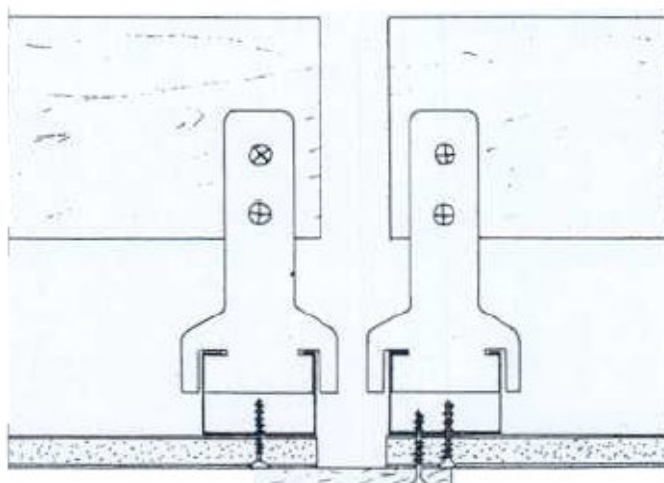

Figure 5 Joint de dilatation ou de fractionnement
- au droit de la jonction entre des supports de nature ou comporter différents (cf. fig. 5 et 6).